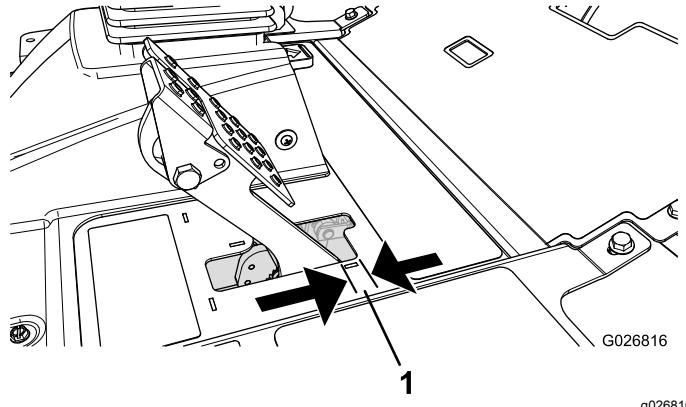

図 53
ブレーキペダルの「遊び」図 53が2.5 cm以上となつたり、強く踏み込まないとブレーキの効きが悪いと感じられるようになったら、調整を行ってください。遊びとは、ブレーキペダルを踏み込んでから抵抗を感じるまでのペダルの行きしろを言います。
2. 後ナットを締めてケーブルを後方に移動させて、ホイールがロックする前のブレーキペダルの遊び図 53が0.63-1.27 cmになるように調整する。